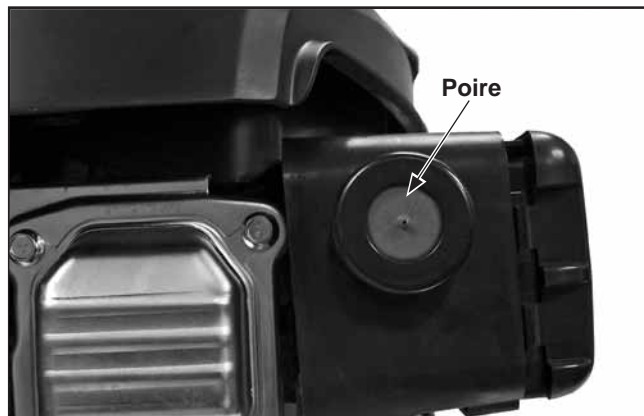

Figure 10. Poire d'amorçage.
3. Lorsque la température extérieure est supérieure à 55 °F (13 °C), appuyez trois fois au CENTRE de la poire d'amorçage avant le démarrage. Lorsque la température extérieure est inférieure à 55 °F (13 °C), appuyez cinq fois au CENTRE de la poire d'amorçage avant le démarrage. Voir les Figures 10 et 11.